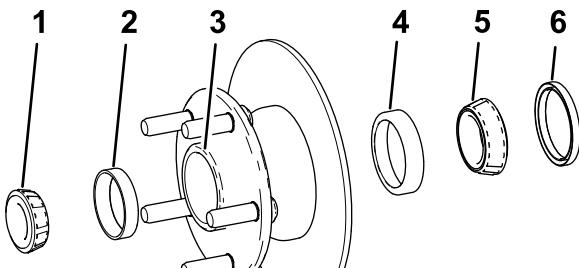

図 31
- ハブから外側のベアリングとベアリングレースを取り図 31。
- ハブから、シール、内側のベアリングとベアリングレースを取り図 31。
- ハブについているグリス、ごみなどをきれいに取り除く図 31。
- ハブに、内側のベアリングレースと外側のベアリングレースを取り付ける図 31。
- キャビティの5080程度にグリスを詰める図 31。
- ハブの内側に内側ベアリングを取り付け、シールをはめる図 31。